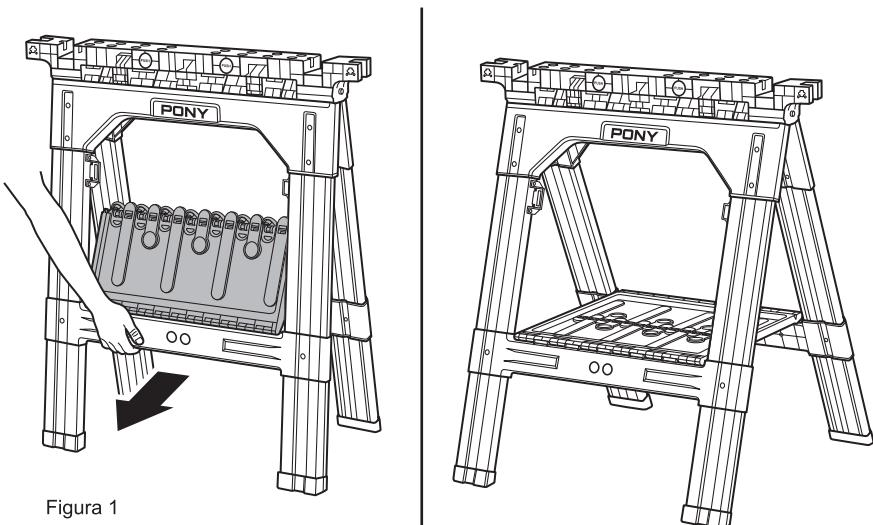

Figura 1
2. Abra completamente las patas hasta que la bandeja de herramientas quede plana. Las patas del caballete y la bandeja de herramientas deben crear una forma de "A". (Figura 1)